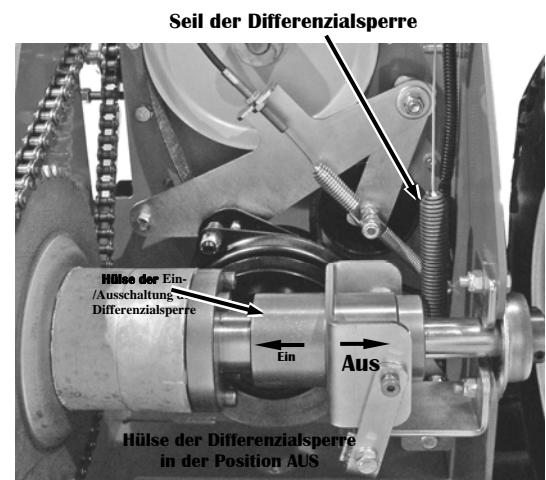

Abbildung 29
2. Wenn Sie den Hebel der Ein-/Ausschaltung der Differenzialsperre auf AUS (Hebel zurück) stellen, sollte ein Stück des Seils am Ende der Feder sichtbar werden (**Abbildung 29**) und die Hülse der Ein-/Ausschaltung der Differenzialsperre muss ganz rechts sein (nach Außen).